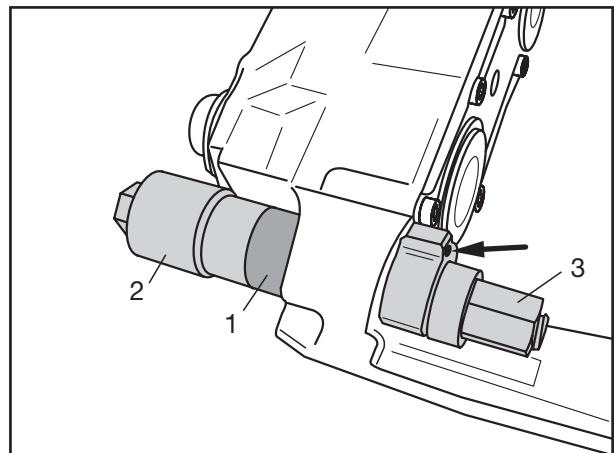

Fig. 15
- [45] Neue Führungshülse (1) in das Werkzeug (2) einführen.
- [47] Werkzeug mit Führungshülse (wie in Fig. 15 gezeigt) am Bremssattel ansetzen.
- [48] Mutter (3) leicht mit der Hand anziehen.
- [45] Insert a new guide sleeve (1) into the tool (2).
- [47] Position the tool and guide sleeve on the brake caliper (as shown in Fig. 15).
- [48] Tighten the nut (3) lightly by hand.
[47] Appliquer l'outil muni de la douille de guidage (comme indiqué sur la Fig. 15) sur l'étrier de frein.